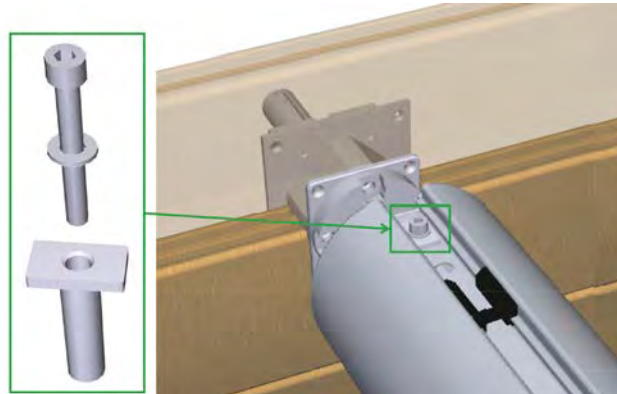

Figure 41 – Verrouillage de l'arbre dans l'axe de couverture automatique
Verrouillez l'arbre dans l'axe (*Figure 41*) à l'aide d'une canule en plastique, d'une rondelle de 8 mm de diamètre et d'une vis à tête cylindrique à 6 pans 8 x 65 en inox a4 (fournies avec l'axe de couverture automatique).
- Montez les deux équerres de support de parois de séparation (12) sur les platines (5) par le biais de quatre écrous (14) et quatre rondelles (13) de diamètre 8 mm en inox a4. Veillez à ce que les avancées sur lesquelles sont présents les trous oblongs sur les équerres (12) soient situées du côté opposé au skimmer et à l'axe de couverture automatique (voir zoom sur les équerres de support de parois de séparation (12) à la figure 41).
- Insérez les blocs en polyamide (2) de part et d'autre de la poutre (1) à l'aide d'un maillet, en veillant à ce que les inserts en laiton dont sont équipés les blocs de polyamide soient placés vers l'intérieur de la poutre.
- Installez la poutre sur le bassin, en face des platines de poutre (5), jusqu'à faire correspondre les perçages des blocs de polyamide avec ceux des platines (5) et des contre-platines (8). Fixez la poutre par l'extérieur du bassin grâce à quatre vis (9) à tête hexagonale 8 x 120 en inox a2.